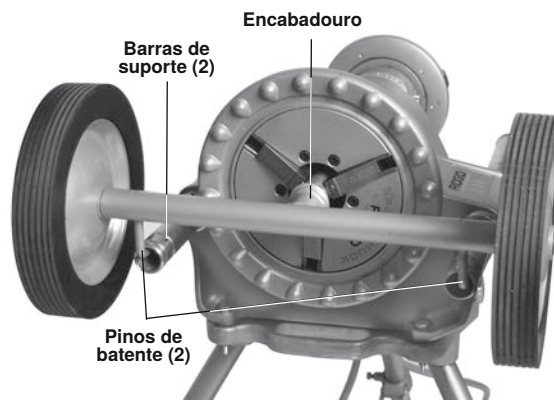

Figura 28 – Instalação do transportador n.º 32
3. Introduza o encabadouro do transportador n.º 32 no mandril dianteiro do propulsor 300 Power Drive; os pinos de batente devem estar nas extremidades das barras de suporte. Aperte firmemente o mandril no encabadouro do transportador (*figura 28*).